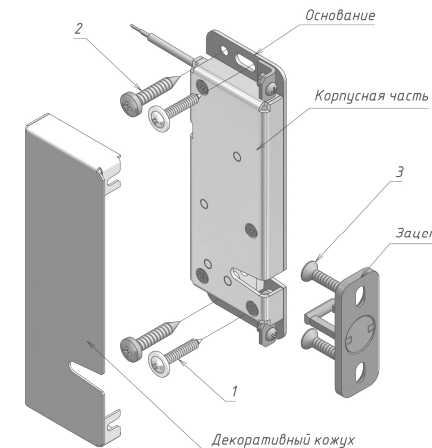
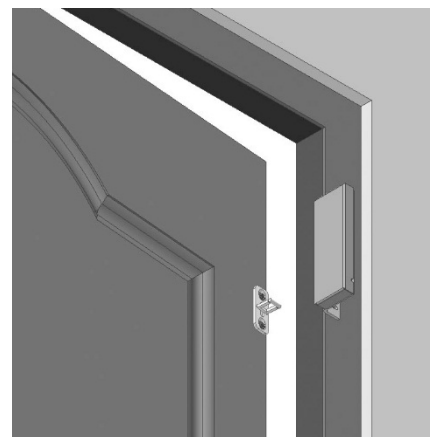

Рисунок 2 – Комплект поставки замка AL-250UZ
Рисунок 3- Установка замка на монтажный L-уголок
3.1 В основной комплект поставки (рисунок 2) входят:
- саморез-шуруп 4,2x25 с прессшайбой (1) - 2 шт.
- саморез-шуруп 4,2x25 п/к (2) - 2 шт.
- саморез-шуруп 4,2x25 потай. (3) - 2 шт.
- **L-уголок AL-250UZ** монтажный уголок для дверей, открывающихся наружу (рисунок 3)
Замок состоит из корпусной части и зацепа (рисунок 2). Корпусная часть крепится к дверной коробке, зацеп – к двери.